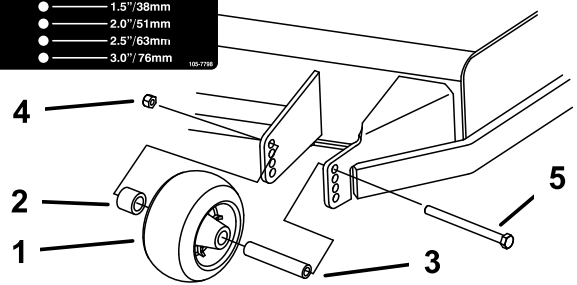
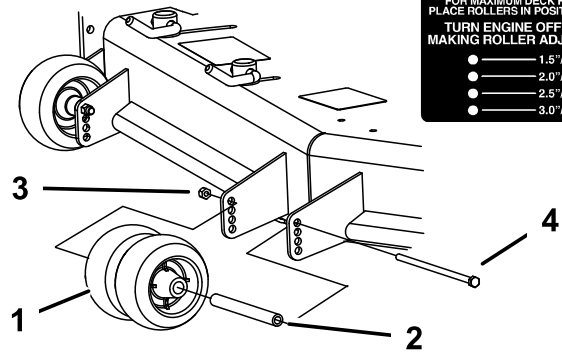
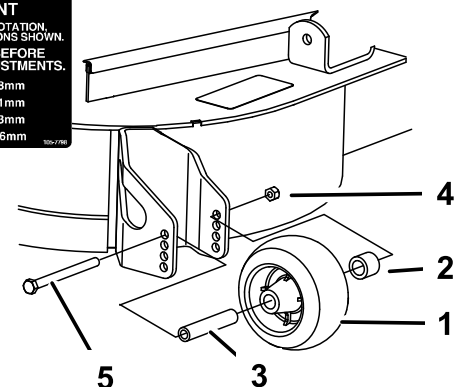

Figura 28
Figura 29
Figura 30
3. Ajuste los rodillos protectores del césped según se muestra en Figura 28, Figura 29, y Figura 30.